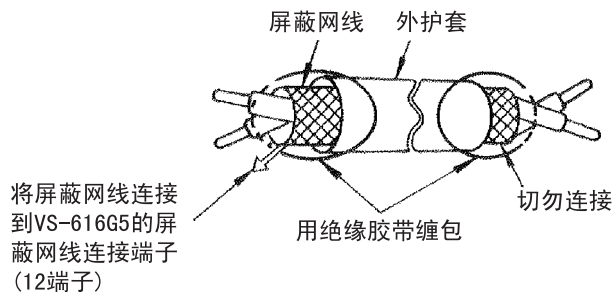

图 3.21 双股屏蔽线的末端缠包
- 为了防止干扰而引起的误动作，请使用绞合屏蔽线或双股屏蔽线。线的末端处理请参照图3.21，接线距离应小于50m。